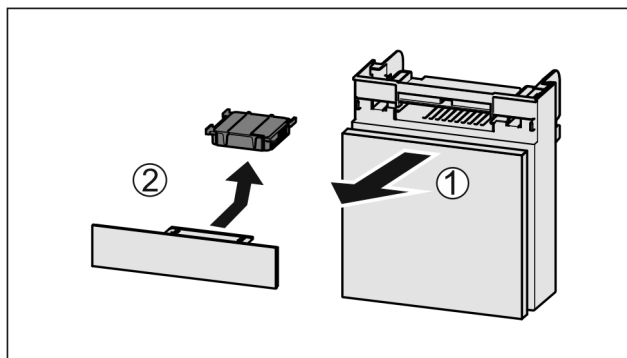

Fig. 96
- Extraire le compartiment par l'avant Fig. 96 (1).
- Sortir le filtre à charbon actif Fig. 96 (2).